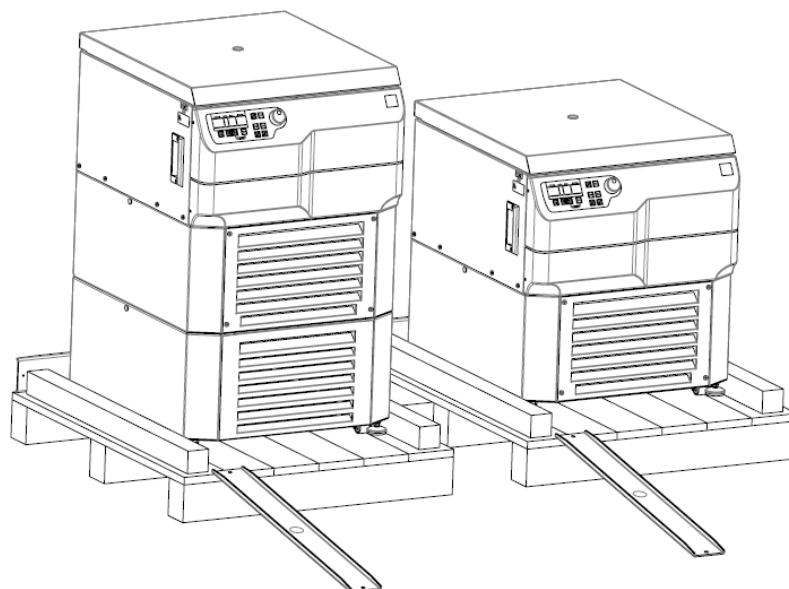

Figura 9
- Rimuovere le barre di metallo e fissarle sul bordo anteriore del pallet in modo da poterle utilizzare come rampa (vedere Figura 9). Utilizzare le stesse viti e prestare attenzione a fissare bene la connessione delle viti.
- Utilizzare la chiave a cricchetto fornita per sollevare i piedini della centrifuga fino a farla poggiare sui rulli (vedere anche la figura 9).